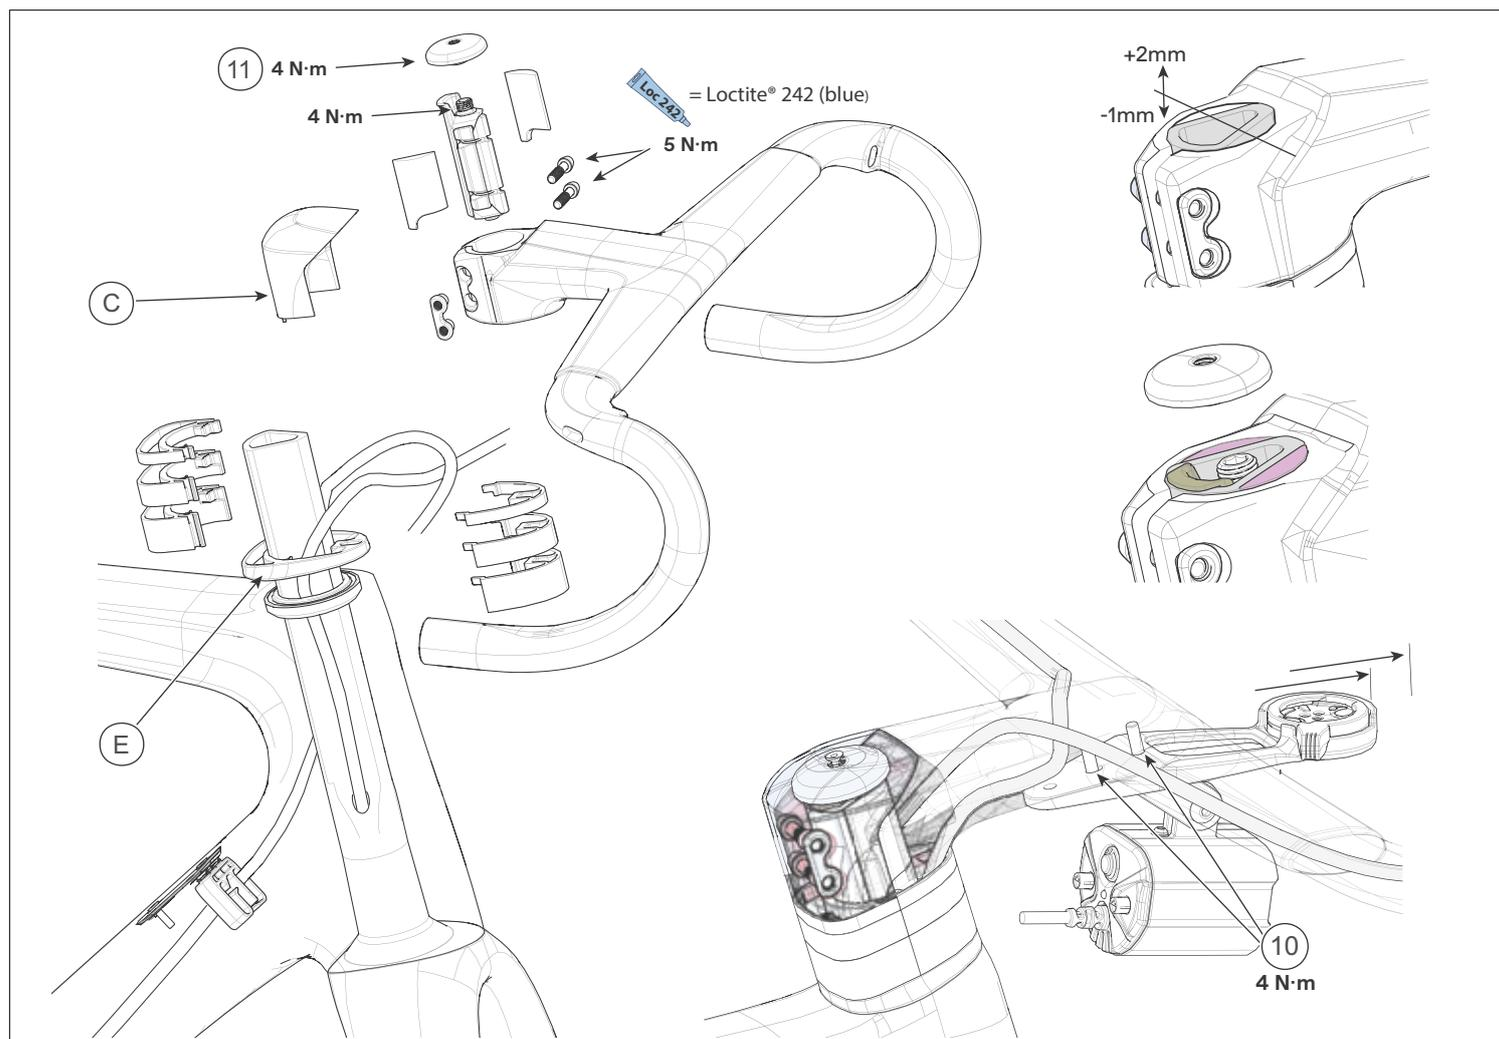

Figure 3.
- Dieser Lenker darf nur in Verbindung mit den abgebildeten Conceal-Spacern genutzt werden. Die Spacer greifen ineinander. Du kannst Spacer bis zu einer Gesamthöhe von 50 mm hinzufügen. Der Staubschutz für das Steuersatzlager (E) hat eine Höhe von 5 mm. Die resultierende maximale Stapelhöhe beträgt daher 55 mm. Es dürfen keine Spacer oberhalb des Vorbaus zwischen Lenker und Vorbaukappe (11) platziert werden, denn darüber wird nach der Montage des Expanders die Lagerspannung eingestellt.
- Bei der Montage des Expanders sind die Anweisungen der „Expander-Wartungsanweisung der Cannondale Delta Gabel“ zu beachten. Sowohl das linke als auch das rechte Füllelement (I) müssen eingesetzt werden, wobei das Fußstück der Füllelemente nach unten zeigen muss, damit sie in den oberen Spacer eingreifen. Dadurch wird sichergestellt, dass die Oberkante der Füllelemente bündig mit der Vorbauoberfläche ist. Nutzen Sie nur die Füllelemente, die für die Verwendung mit SystemBar markiert sind. Verwenden Sie keine Füllelemente, die nicht für die Kombination mit SystemBar freigegeben sind.
- Die montierten Bremshebel müssen direkt auf den 24 mm dicken Lenker montiert werden, unter Beachtung des angegebenen Klemmbereichs in Abb. 3. Sofern angegeben, kann Montagepaste verwendet werden. Beim Festziehen der Bremshebel einen Drehmomentschlüssel verwenden. Bitte die Anzugsdrehmomentangaben des Bremsherstellers beachten.
- Zur Montage der Vorbauabdeckung (C) das Unterteil in den oberen Spacer einsetzen und die Abdeckung nach vorne bewegen, damit sie in die Steuersatzkappe (11) rastet.